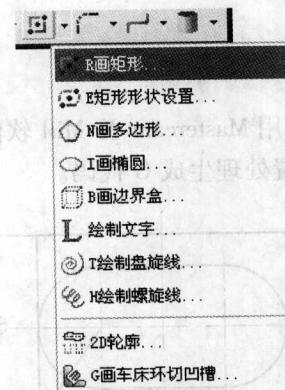

图 1-17 选择画矩形工具条
- (4) 单击如图 1-17 所示草图工具条中画矩形图标“”右侧小箭头，在弹出的展开菜单中选择“R 画矩形...”。此时在工具栏中弹出如图 1-18 所示设置矩形数值对话框。在该对话框中将宽度“”设为“80.0”，将高度“”设为“60.0”，单击选择矩形中心按钮“”使其选中。